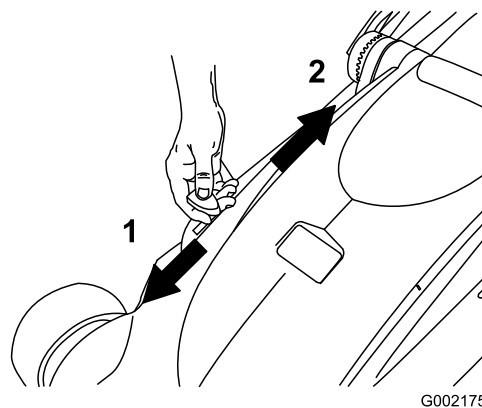

Рисунок 21
- Переведите рычаг выброса и сбора в мешок в положение сбора (Рисунок 21).
**Примечание:** Для перехода со сбора в мешок на выброс переведите рычаг выброса и сбора в мешок в режим выброса (Рисунок 21) и снимите сборник скошенной травы.